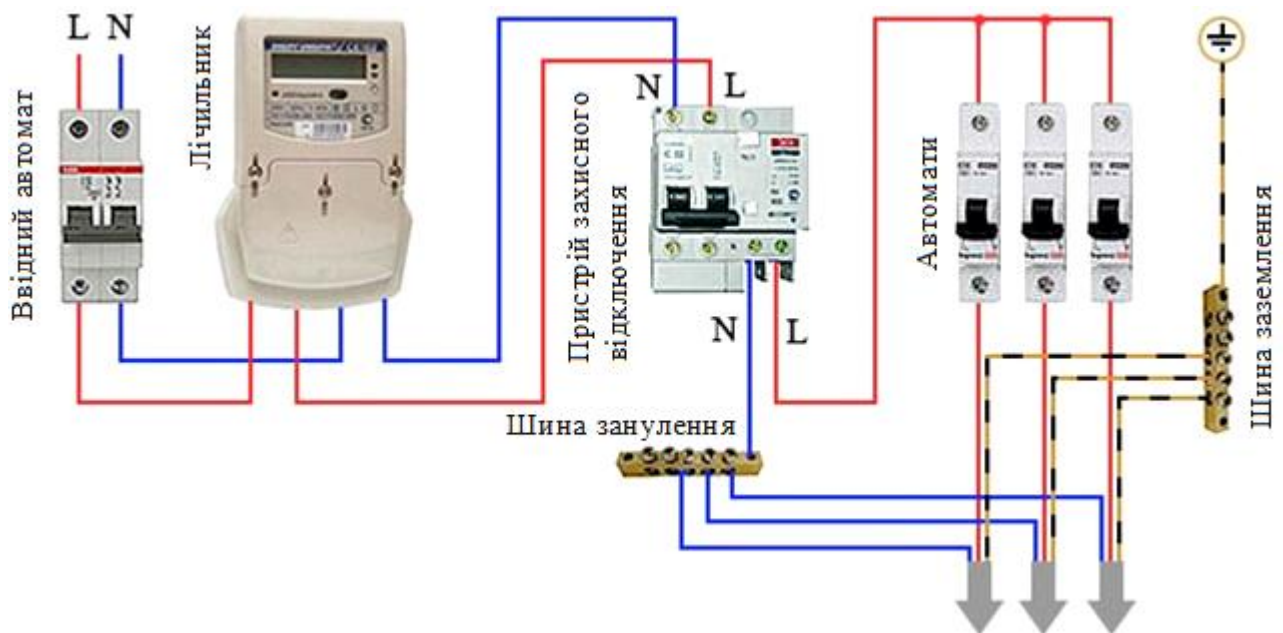

Рис. 5.1. Схема підключення однофазного лічильника
- 1.3. Вибрати та ознайомитись із загальною схемою підключення лічильника (рис. 5.1).